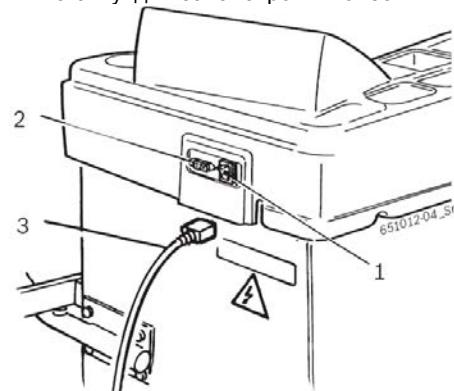

Рис. 4. Электрическое подключение:
- Включите станок для балансировки колес при помощи включателя/выключателя (рис. 4, поз. 1).